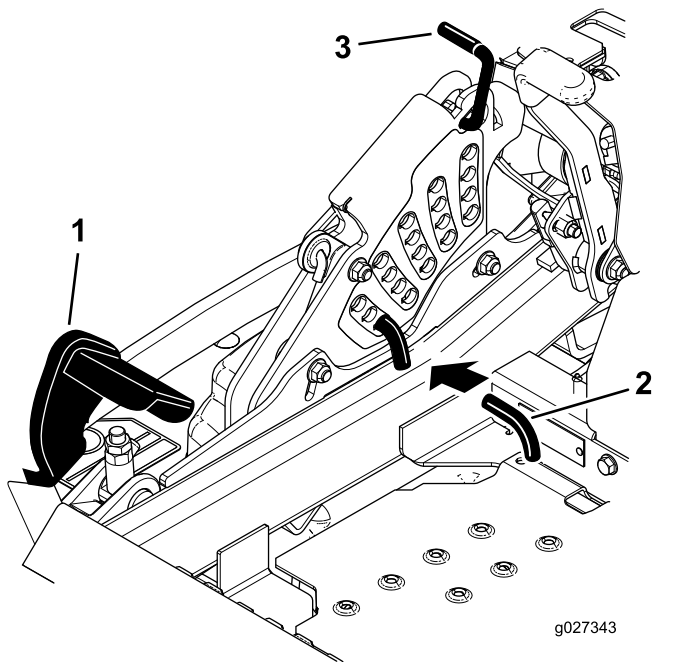

Figura 29
- Empurre o pedal de elevação da plataforma com o pé e suba a plataforma de corte até à posição de transporte (também a posição da altura de corte de 140 mm) como se mostra na Figura 29.
- Para ajustar, rode o pino 90 graus e remova o pino do suporte da altura de corte (Figura 29).
- Selecione um orifício, no suporte da altura de corte, que corresponda à altura de corte desejada e insira o pino (Figura 29).